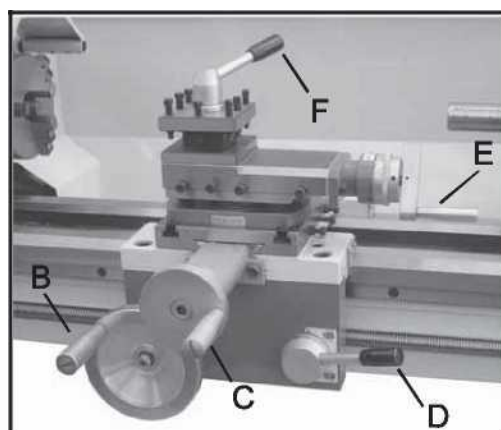

Рис. 15
10. Продольная подача (B, Рис. 15)
11. Маховик поперечной подачи (C, Рис. 15)
12. Рукоятка сцепления и отцепления маточной гайки (D, Рис. 15)
13. Рукоятка продольной подачи крестового суппорта (E, Рис. 15)
14. Зажимной рычаг верхней части суппорта (F, Рис. 15)